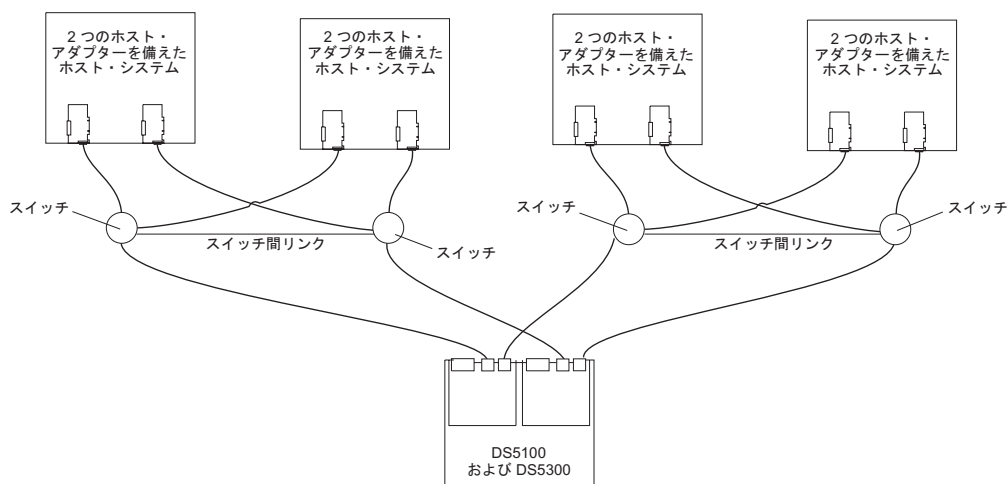

図 81. 2 クラスター構成の例
- 2 つのクラスター (130 ページの図 81)
130 ページの図 81では、1 つおよび 4 つのホスト・システムが 2 つのクラスター (各クラスターが 2 つのホスト・システムおよび 2 つのファイバー・チャネル・スイッチから成り立っている) に構成されている例を示しています。